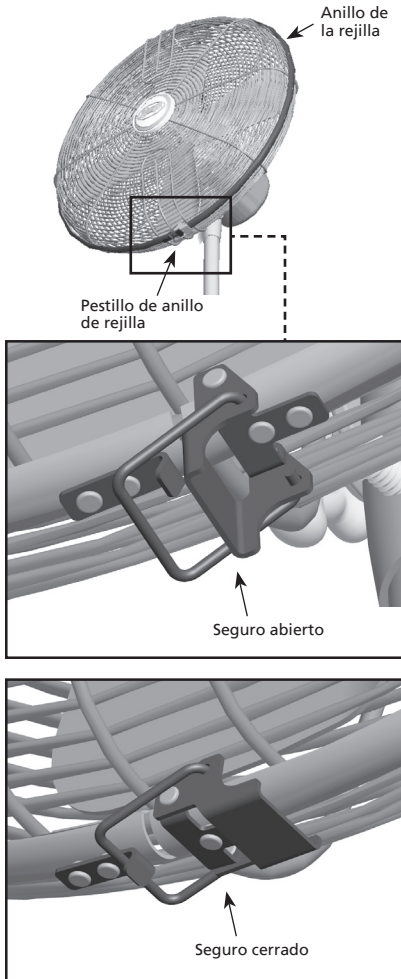

FIGURA 14
27. Coloque el anillo de la rejilla sobre los dos bordes de las rejillas delantera y posterior, ubicando la abertura del anillo en la parte inferior de los bordes de las rejillas delantera y posterior. Una los dos extremos del anillo de la rejilla y fíjelos con un seguro de anillo de rejilla. Vea la Figura 14.